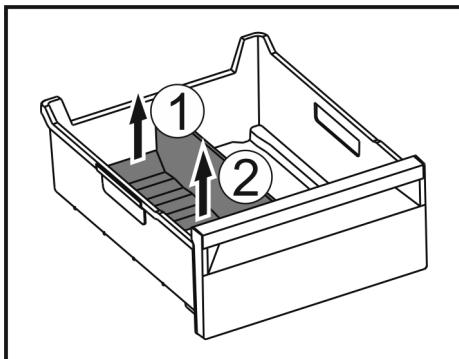

Fig. 74
- Повдигнете задната част на разделителя на отделението за лед. Fig. 74 (1)
► Извадете разделителя на отделението за лед нагоре. Fig. 74 (2)